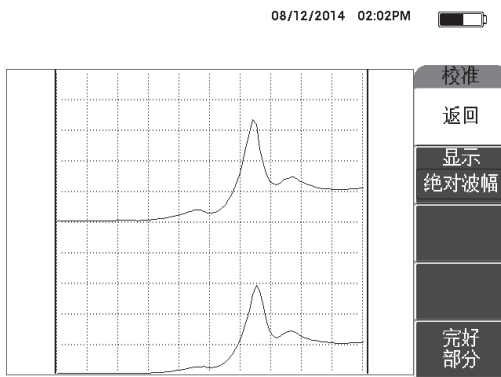

图 6-64 无缺陷区域的信号
5. 在没有缺陷的区域上按住探头，然后按**完好部分**（E 键）（参见第 159 页的图 6-64）。